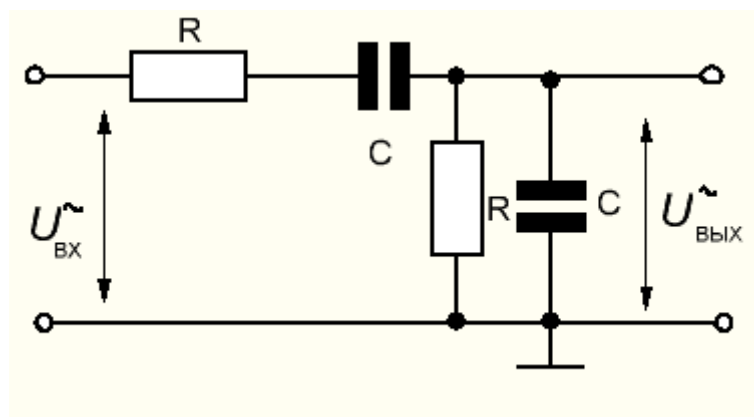

Рис. 2.14
- Соберите цепь для Моста Вина, представленную на рис. 2.14. $R = 1$ кОм, $C = 0,1$ мкФ. Первый канал осциллографа подключается для измерения входного напряжения, второй канал подключается для измерения выходного сигнала.